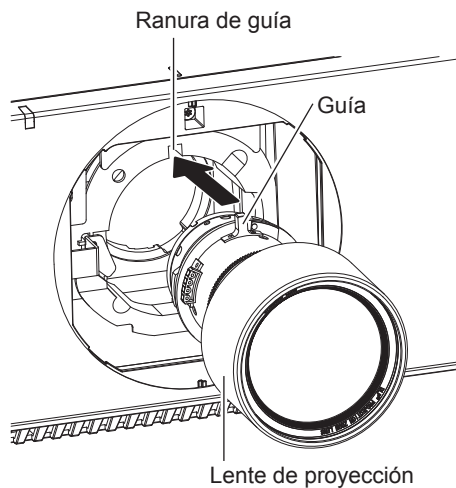

Figura 1
- 1) **Retire la cubierta de la base de la lente y alinee la guía de la lente de proyección con la ranura de guía del proyector e insértela hasta el fondo. (Figura 1)**